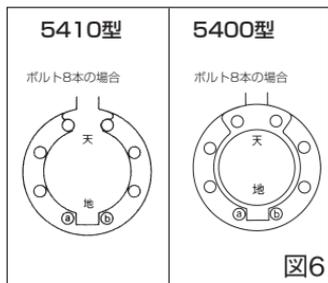

図6
L. まず天地状態でボルトa、bを挿入し、バルブが落下しないようにしてください。(図6) 次に他のボルトを順次挿入してください。